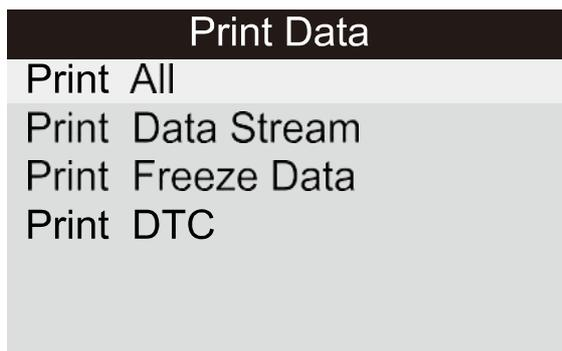

Figure 5.2
- 4) Utilisez le bouton de défilement **HAUT/BAS** pour sélectionner Imprimer les données depuis le menu principal dans l'outil d'analyse, puis appuyez sur le bouton ENTRER (Figure 5.2).